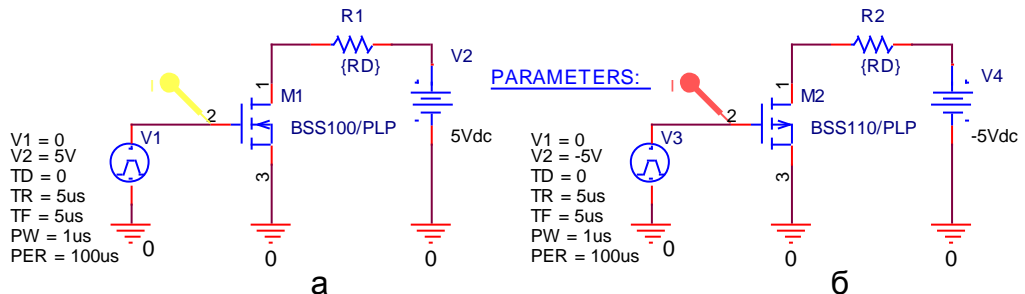

Рис.1.2. Схема моделирования емкости затворов МОП транзисторов
1.2. Начертить в тетради схему моделирования емкости затворов МОП транзисторов (рис.1.2)
2.4. Составить схему моделирования емкости затворов МОП транзисторов (рис.1.2).